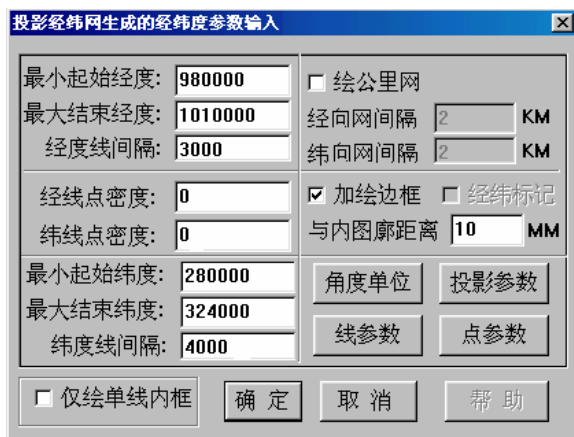

图 7-1-5 生成经纬网参数对话框
1. 选择绘制投影经纬网：选择“投影转换”菜单下的“绘制投影经纬网”，系统会弹出图 7-1-5 所示的参数输入对话框：
2. 设置经纬网参数：需要设置的主要图框参数如图 7-1-5 所示。以下按照设置参数的因果顺序，分别介绍各参数的设置。